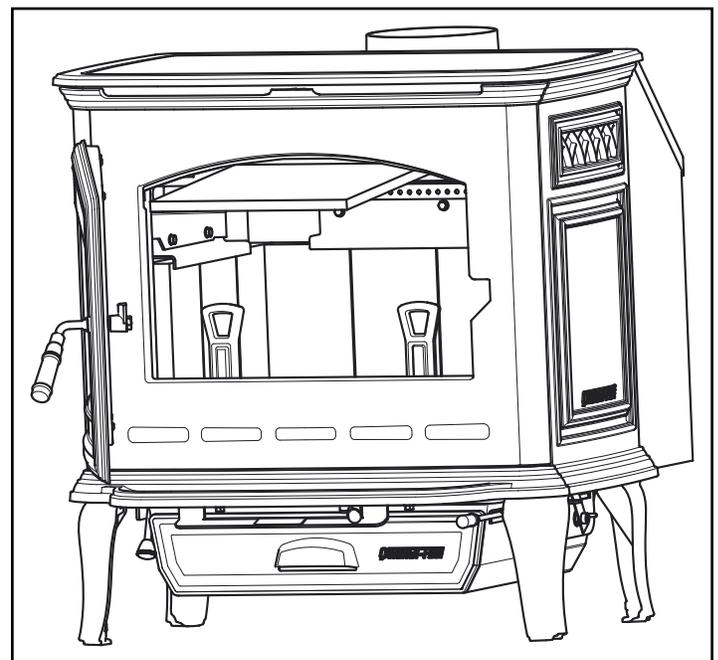

Figure 19.3
2. La plaque-défecteur est en deux parties. Quand le manteau en céramique est en place, glissez une des parties du déflecteur par-dessus l'autre et sortez-la par l'ouverture de la porte, puis enlevez l'autre partie. **Figure 19.3**